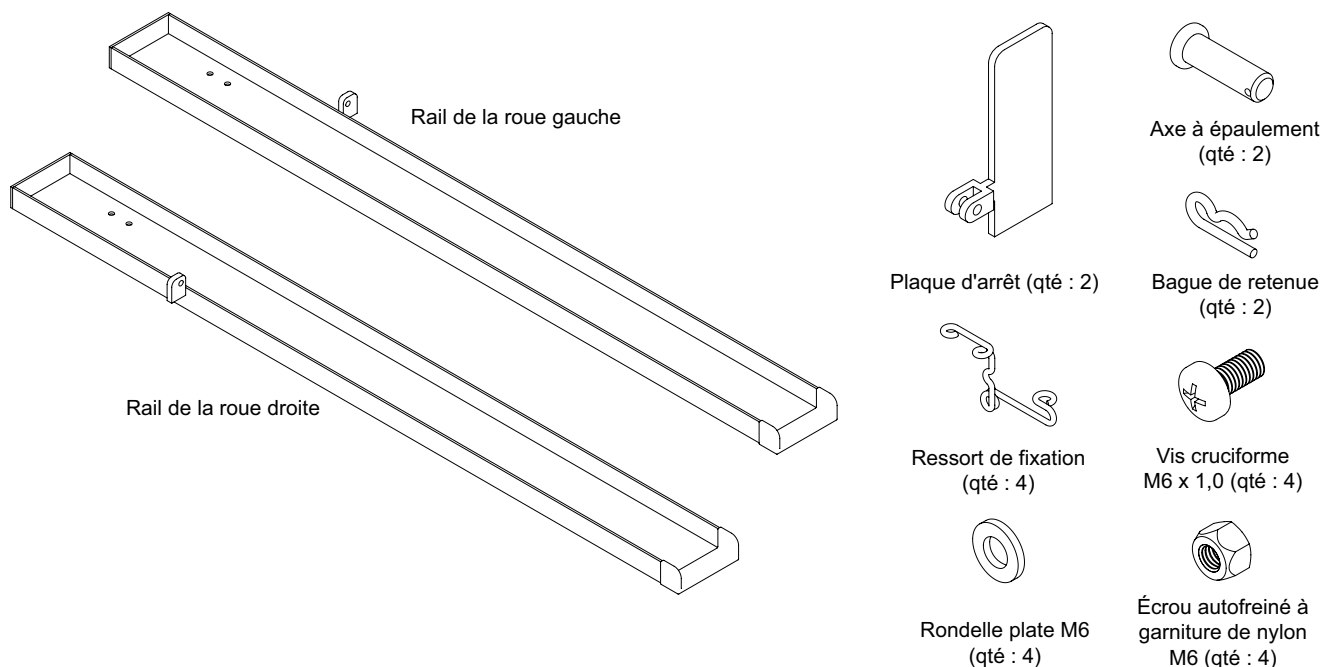

Figure 1 : Pièces de l'adaptateur de tondeuse à main
1. Retirez le produit de son emballage, assurez-vous que tous les composants sont présents (voir figure 1).